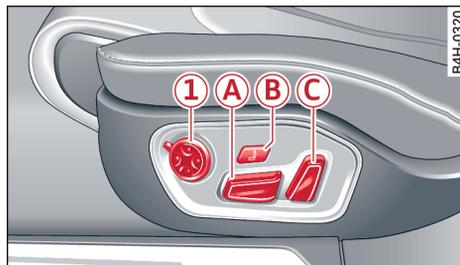
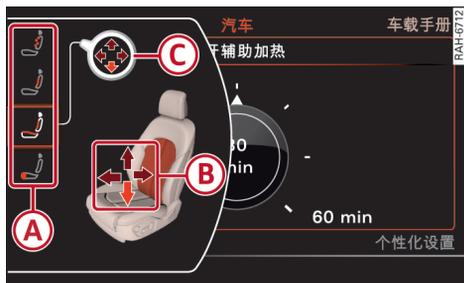

图 60 前座椅: 调节座椅
图 61 信息娱乐系统：座椅调节装置
- ▶ 如果将多功能按钮 ① ⇨ 47 页, 图 60 向左或向右旋转, 那么在信息娱乐系统中就会显示座椅可用的调节设置 ② ⇨ 图 61。
- ▶ 要选择座椅调节时, 向相应的方向旋转多功能按钮 ①, 直到需要的座椅调节显示被红色框起。
- ▶ 箭头 ③ 对应调节的可能性。如要将腰部支撑向后移动, 那么按多功能按钮 ① 下部。相应的箭头 ④ 亮起。
**按摩功能\*** - 按摩方式、波状、敲打、弹动、背部, 肩膀 或 关闭。可以用 1 到 5 级调节各按摩方式的强度。用按钮 ⑥ ⇨ 47 页, 图 60 打开和关闭设定的按摩方式。